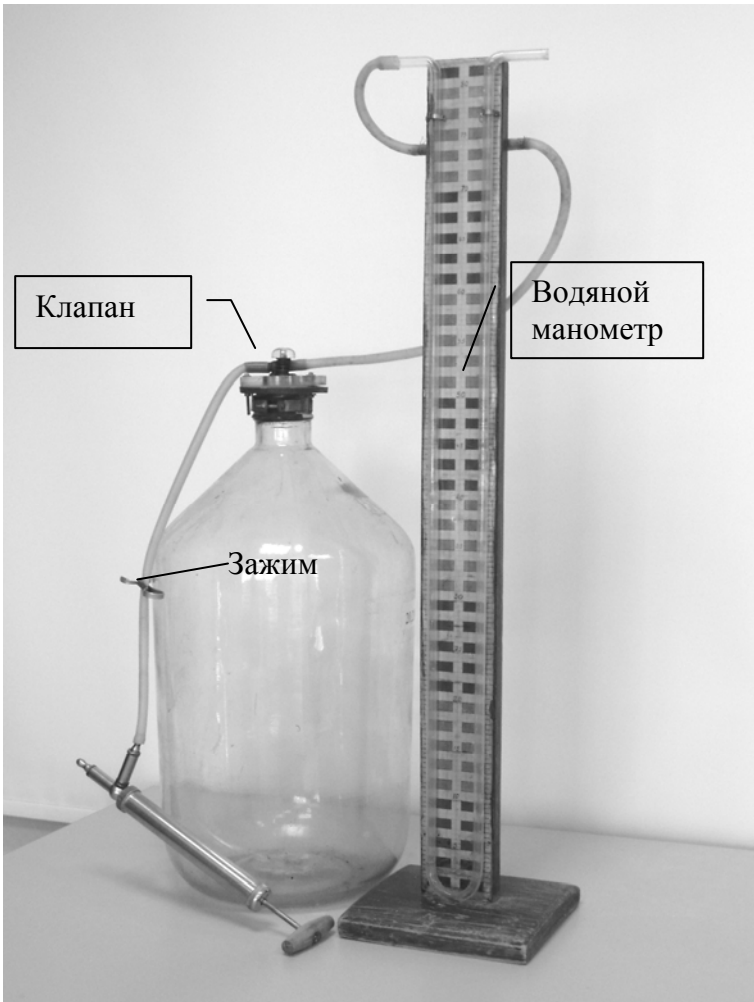
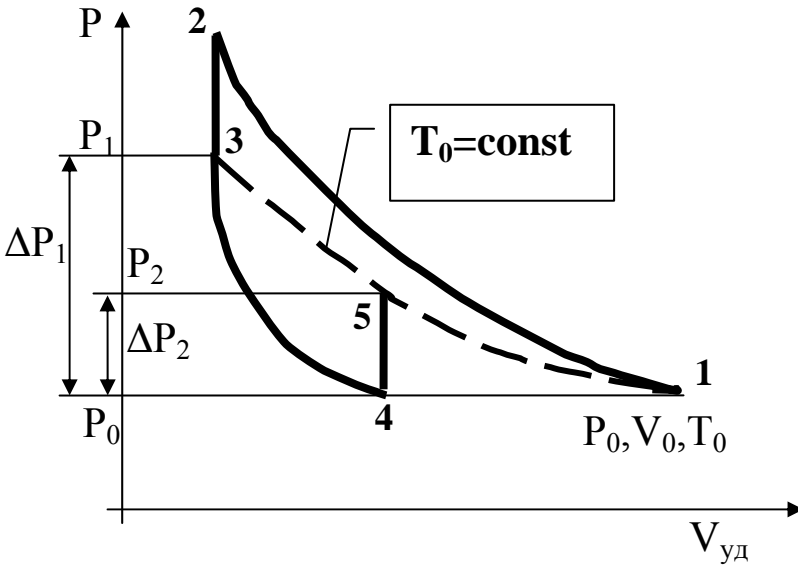

Рисунок 2.2 – Вид экспериментальной установки
Рисунок 2.3. P-Vуд диаграмма процессов в газе
4.1 Накачать насосом в баллон воздух (процесс 1-2 на рис. 2.3) так, чтобы величина  $\Delta P_1$ , показываемая водяным манометром, составляла 20-25 см водяного столба. По возможности быстро закрыть зажимом подводящую трубку и подождать не менее двух минут, пока температура внутри баллона станет равной температуре окружающей среды.
1) в процессе 3-4 (см. рис. 2.3) клапан баллона должен быть перекрыт в момент, когда давление в баллоне станет равно  $P_0$  (рис. 2.2);